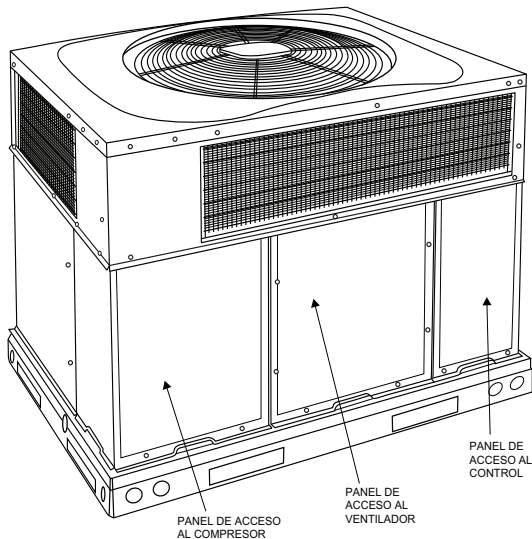

Fig. 25 – Paneles de acceso de la unidad
- a. Quite el panel de acceso del soplador (consulte la Fig. 25).
- g. Vuelva a instalar el panel de acceso del soplador (consulte la Fig. 25).
Quite el panel de acceso del soplador (consulte la Fig. 25). El interruptor limitador está ubicado en la partición del ventilador.
Quite los paneles de acceso (consulte la Fig. 25) para localizar todos los controles eléctricos y el cableado. Antes de trabajar o manipular cualquier componente eléctrico, asegúrese de que todos los condensadores estén correctamente descargados para evitar la posibilidad de chispas. Reemplace los componentes únicamente por las piezas especificadas por el fabricante. Otras piezas pueden provocar el encendido del refrigerante en la atmósfera debido a una fuga. Revise que todas las conexiones eléctricas estén bien ajustadas. Apriete todas las conexiones con tornillos. Si se observan conexiones ahumadas o quemadas, desarme la conexión, limpie todas las piezas, vuelva a pelar el extremo del cable y vuelva a montar la conexión de forma correcta y segura.